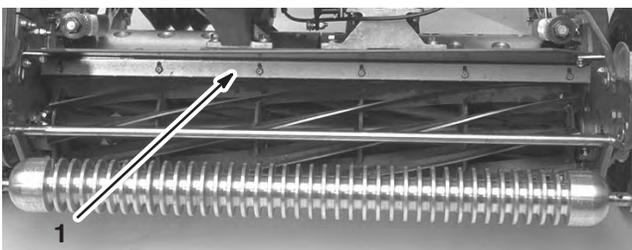

Figure 18
1. Desserrez les vis de fixation de la barre supérieure (Fig. 18) au plateau de coupe.